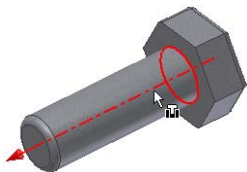

图 4-51 选择要放置约束的特征
(2) 选择一种装配约束或者运动约束的类型, 这里选择了插入约束方式。
(3) 在零件上选择要放置约束的特征, 如图 4-51 所示。
(4) 设定偏移量(传动比)和装配方式(运动方式)等, 这里我们全部采用默认值。
(5) 单击【确定】按钮以完成 iMate 的创建。